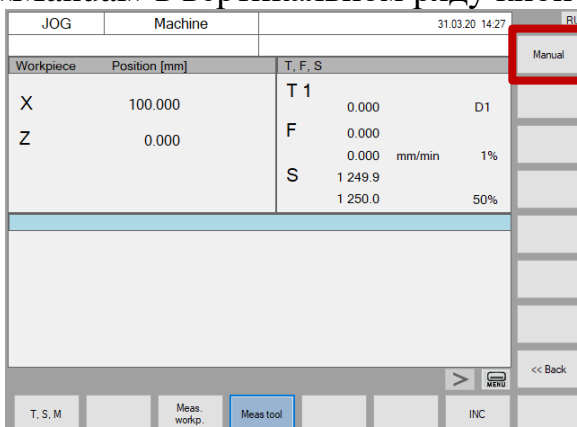

Рис.48. Кнопка «Manual»
5. Нажать кнопку «Manual» в вертикальном ряду кнопок экрана (рис.48);